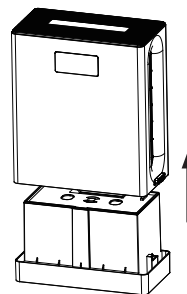

Abbildung 2
3. Ziehen Sie dann das Gehäuse des Behälters nach oben, wie in Abbildung 2 gezeigt.